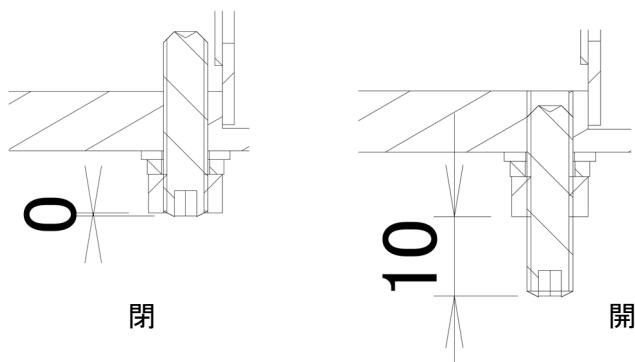

図 5-3
- ・ダンパー板(下)の開閉は止めねじの出代(図 5-3)が 0mm で閉、10mm で開になります。